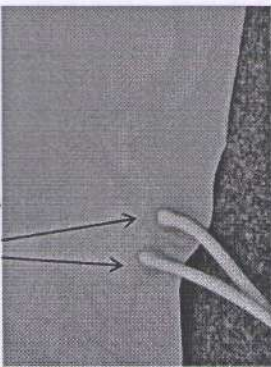

Рис. 6
- Вставьте воздуховодные трубки в выходы в матраце. (Рис. 6)